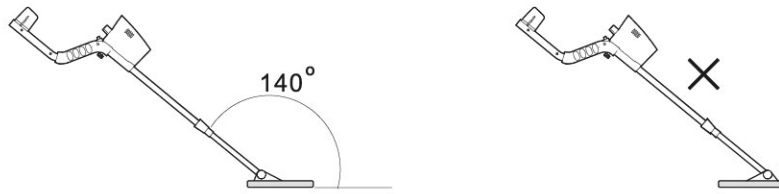

Figure 8
- Posez correctement le disque de détection, maintenez un angle d'environ 140° entre le disque de détection et la tige en aluminium. Veuillez ne pas prendre de vue ce conseil (Figure 8)